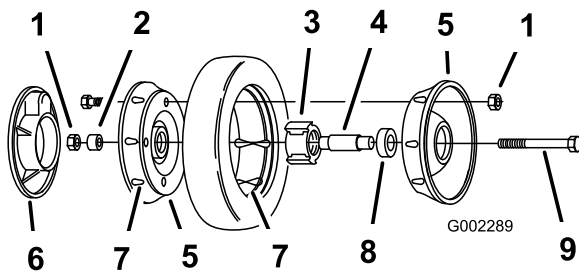

Figura 28
3. Retire el perno, el suplemento de la rueda y la contratuerca que monta la rueda al brazo de pivote (Figura 28).
4. Separe las mitades de la rueda del neumático retirando los 4 pernos y las 4 contratuercas (Figura 28).
Nota: Si retira los cojinetes del conjunto de cojinete/buje, retírelos apretando sobre el suplemento del cojinete (Figura 28).
1. Coloque el neumático en una mitad de rueda, alineando las orejetas en cada pieza (Figura 28).
Nota: Asegúrese de que las patas del buje están posicionadas sobre la brida del hueco (Figura 28).
3. Coloque la otra mitad de la rueda sobre el conjunto cojinete/buje, alineando las orejetas de la rueda y del neumático y los taladros de montaje (Figura 28).
las dos mitades de la rueda sin apretar. Coloque los pernos en taladros opuestos (Figura 28).
5. Compruebe la alineación de todas las piezas y apriete los pernos, alternando de uno a otro para que el encaje sea uniforme, hasta que las mitades de la rueda estén juntas (Figura 28).
6. Instale los 2 pernos y 2 contratuercas que retiró anteriormente en los taladros restantes de las mitades de la rueda, y apriételes. Retire los dos pernos largos y sustitúyalos por 2 pernos y 2 contratuercas (Figura 28).
7. Instale la rueda en el brazo de pivote con los pernos, un suplemento y una contratuerca. Asegúrese de que el suplemento está colocado entre el buje de la rueda y el brazo de pivote (Figura 28).